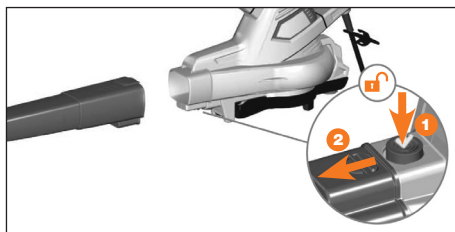

Рис. 3
- Для снятия трубы выдувания нажмите кнопку разблокировки фиксатора трубы ❶ (Рис. 3).
- Снимите трубу выдувания ❷ (Рис. 3).